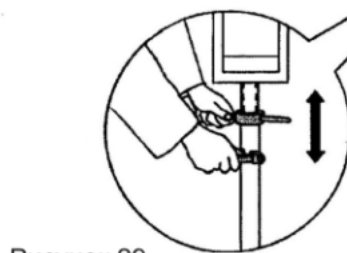

Рисунок 29
3. Ослабьте фиксирующую ручку на пол оборота (рис.29).
5. Проведите финальную регулировку высоты, для уменьшения вибрации (рис.29).